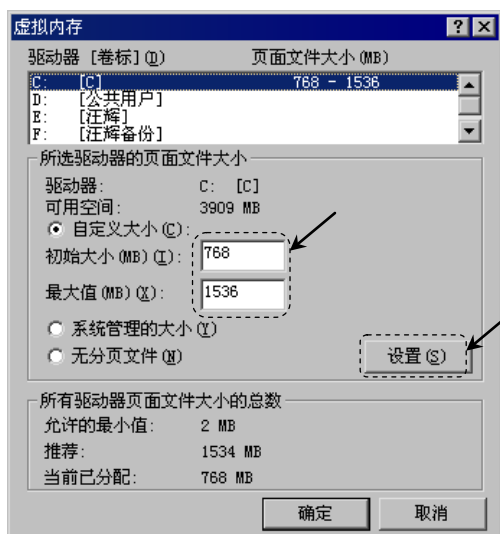

图 2.3.7 “虚拟内存”对话框
Step5. 系统弹出图 2.3.7 所示的“虚拟内存”对话框，可在 **初始大小(MB) (I):** 文本框中输入虚拟内存的最小值，在 **最大值(MB) (M):** 文本框中输入虚拟内存的最大值。虚拟内存的大小